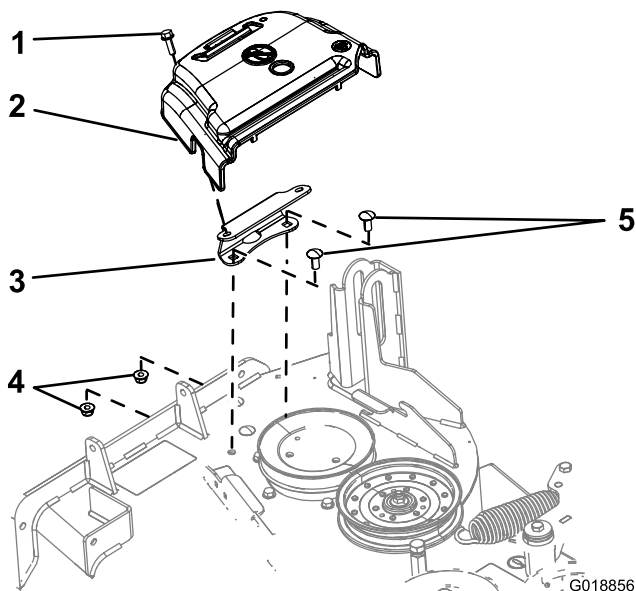

Figura 3
2. Gire el perno que sujeta la cubierta de la correa en sentido antihorario para aflojarlo (Figura 3).
3. Retire la cubierta de la correa y el perno del soporte de montaje (Figura 3).
1. Retire los 2 pernos y las 2 tuercas con arandela prensada que sujetan el soporte de montaje de la cubierta a la carcasa (Figura 3).
1. Retire los 2 pernos de cuello cuadrado (1/4" x 3/4") y 2 contratuercas (1/4") que sujetan el soporte de la cubierta de la correa a la pestaña delantera de la carcasa de corte (Figura 3).
2. Retire el soporte de la cubierta de la correa de la carcasa de corte (Figura 3).